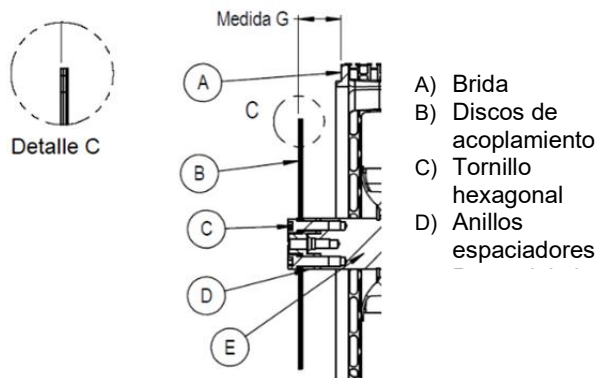

Figura 4.13- Procedimiento para cambiar la medida G
Para esto, hay que retirar o agregar los anillos espaciadores (I), como se indica en la Figura 4.13.